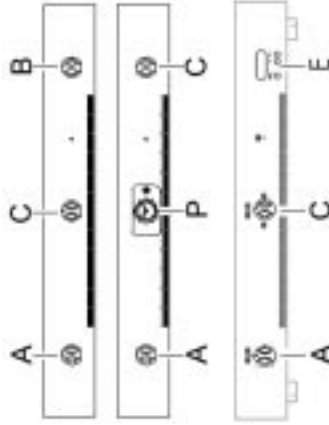

fig. 10
DESCRIZIONE COMANDI (fig. 10)
DESCRIPTION OF CONTROLS (fig. 10)
DESCRIPTION COMMANDES (fig. 10)
BESCHREIBUNG DER SCHALTVORRICHTUNGEN (Abb. 10)
DESCRIPCION MANDOS (fig. 10)
- premete leggermente la manopola del termostato A (fig. 10) e ruotarla in senso antiorario in posizione massima. Premere a fondo la manopola A per innescare l'accensione elettrica e tenerla premuta per alcuni secondi e tenerla premuta per alcuni secondi affinché il dispositivo di sicurezza si attivi
- press the thermostat knob A (fig. 10) slightly and turn it anticlockwise to maximum. Press knob A right in to trigger the electric ignition and keep it pressed for a few seconds to activate the safety device
- appuyer légèrement sur le bouton du thermostat A (fig. 10) et le tourner dans le sens anti-horaire jusqu'au maximum. Appuyer à fond sur le bouton A pour faire démarrer l'allumage électrique et le maintenir appuyer pour quelques secondes jusqu'à l'activation du dispositif de sécurité
- den Thermostatrehknopf A (Abb. 10) etwas drücken und gegen den Uhrzeigersinn auf das Maximum drehen. Nun den Drehknopf A fest drücken, damit die elektrische Zündung erfolgt. Den Drehknopf ein paar Sekunden lang gedrückt halten, damit sich die Sicherheitsvorrichtung aktiviert
- presione levemente el botón del termóstato A (fig. 10) y gire en sentido horario al máximo. Presionar a fondo el botón A para activar el encendido eléctrico y tenerlo presionado por algunos segundos hasta que el dispositivo de seguridad se active.